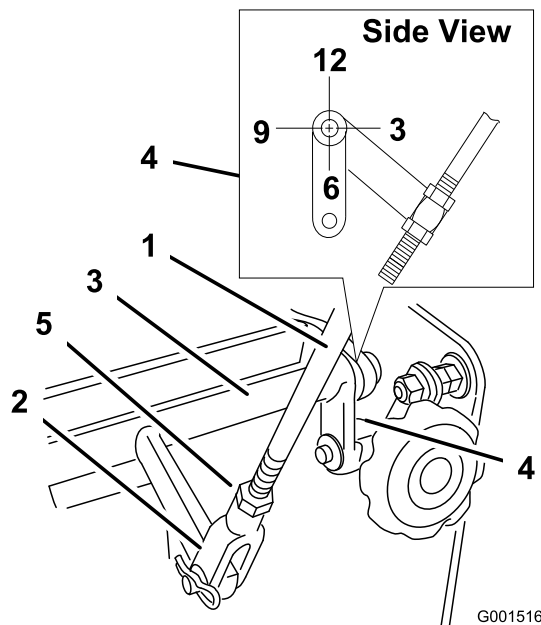

Bild 30
4. Prüfen Sie die Ausrichtung der Laschen an den Enden des Fahrgeschwindigkeitskippschalters. Diese Laschen sollten direkt nach unten (ungefähr auf die 6-Uhr-Stellung) zeigen (Bild 30).
5. Stellen Sie den Gewindebügel unten am Geschwindigkeitsstergestänge so bis, bis die Laschen in der 6-Uhr-Stellung sind (Bild 30).